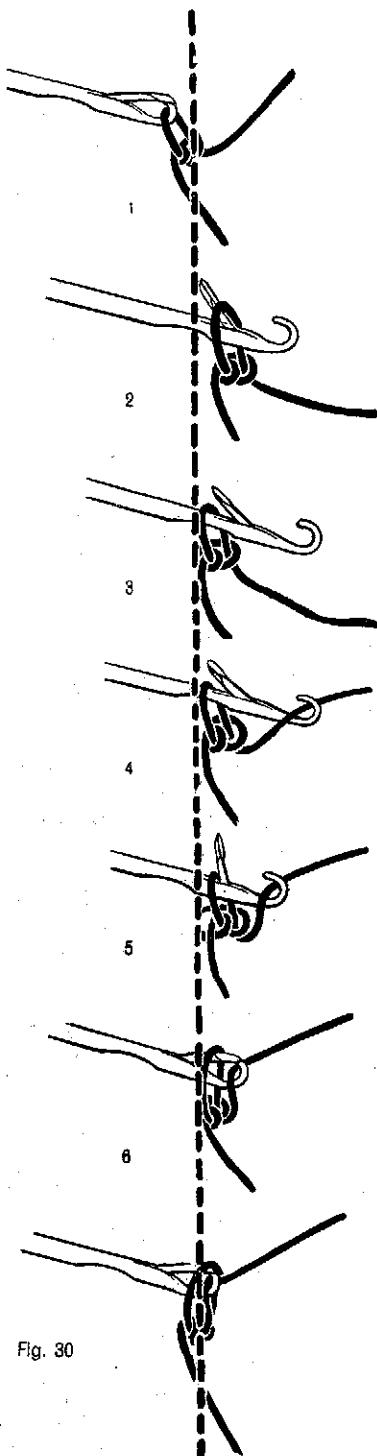

Fig. 30
**Cuando usted mueve el carro a través de la cama de agujas, la aguja forma las mallas de las puntadas de acuerdo a la Fig. 30 como sigue:**